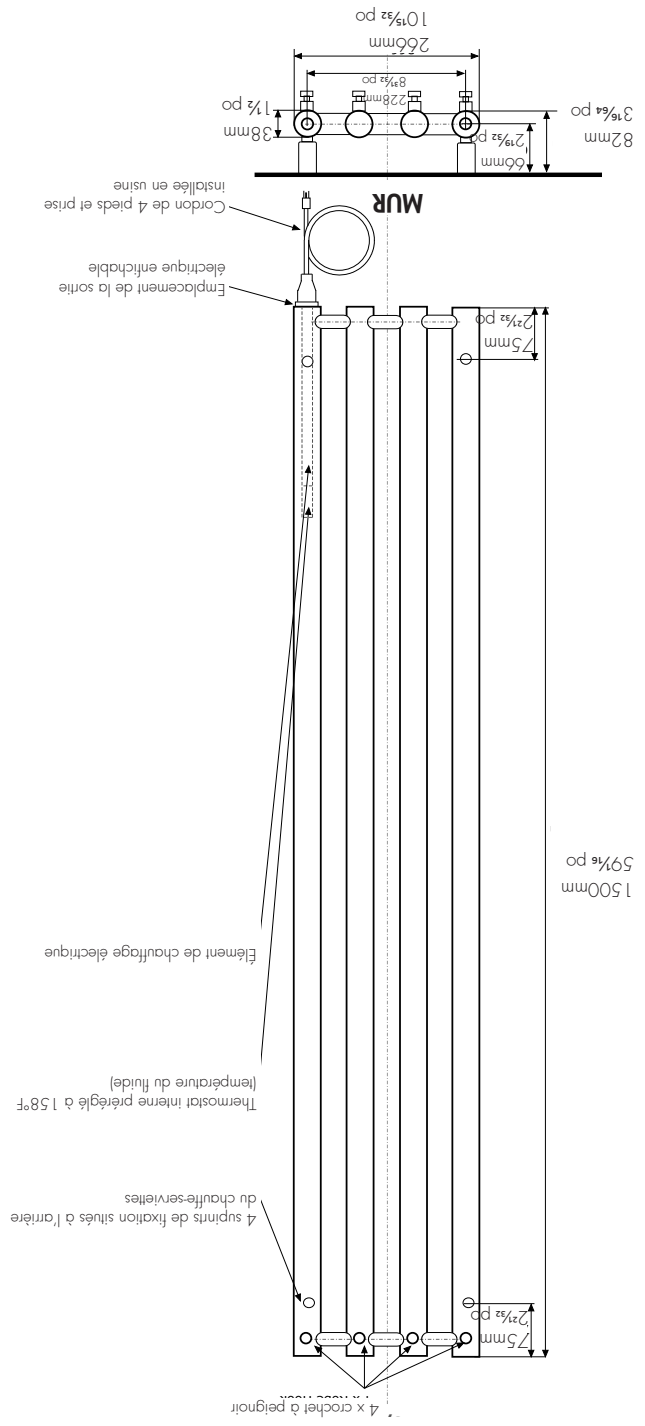

Figure 2
1. Une prise de 110 V située à moins de 18 po de l'emplacement de sortie de la prise électrique sur le chauffe-serviettes (voir fig. 2), et non au-dessus de l'emplacement de la sortie de la prise électrique.
2. Des montants muraux ou un support en contreplaqué sont requis dans le mur à tous les emplacements des supports. Voir la figure 2 pour les emplacements des supports.